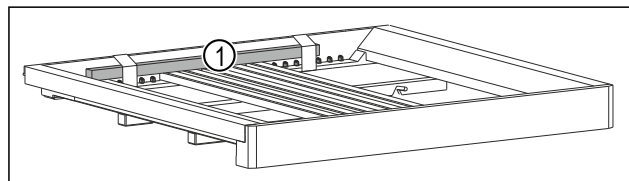

Fig. 6 *
- ▶ Távolítsa el a farudat Fig. 6 (1).*